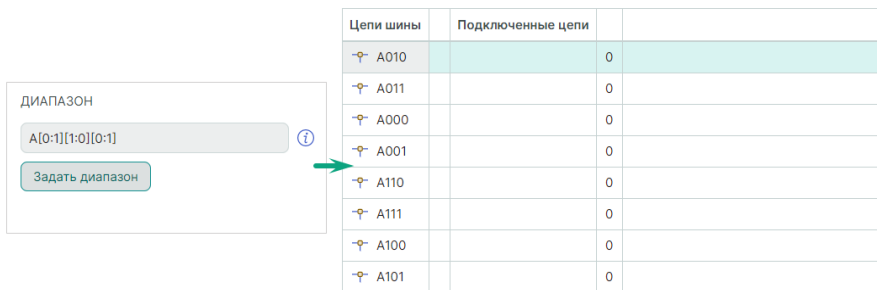

Рис. 187 Добавление диапазона матрицей
- матрицей – Prefix[Min:Max][Max:Min] или Prefix[Max:Min][Min:Max] и т.д., см. Рис. 187.